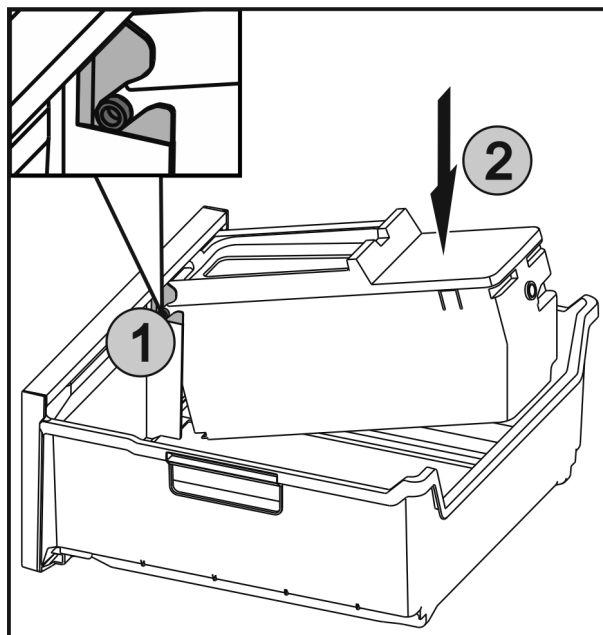

Fig. 83
- ▶ Zasuňte osy Fig. 83 (1) na EasyTwist-Ice do vedení a zatlačte zadní stranu Fig. 83 (2) tak, aby západka zaklapla.